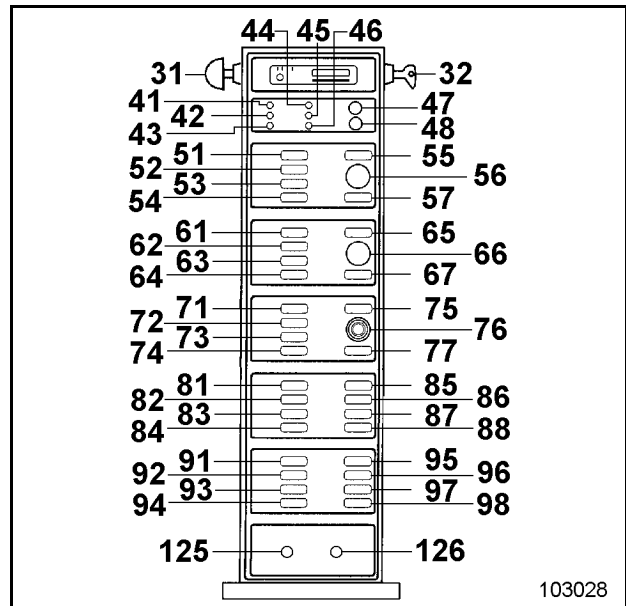

Fig. 2-74:
- ➔ mit dem Schalter (71, Fig. 2-74:) die erste (langsame) oder zweite Fahrstufe (Schnellgang) einschalten